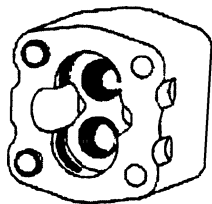

图 3-38 前后泵盖检查
3) 前后泵盖检查。如果泵盖内表面衬套变色（变为褐色）范围超过 150°，则应更换衬套，如图 3-38 所示。